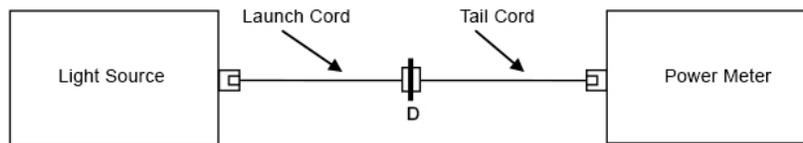

図 5. 基準の設定
- a. ランチ・コードとテイル・コードを使用して、光源とパワー・メーターとの間に基準を設けます（図 5 参照）。